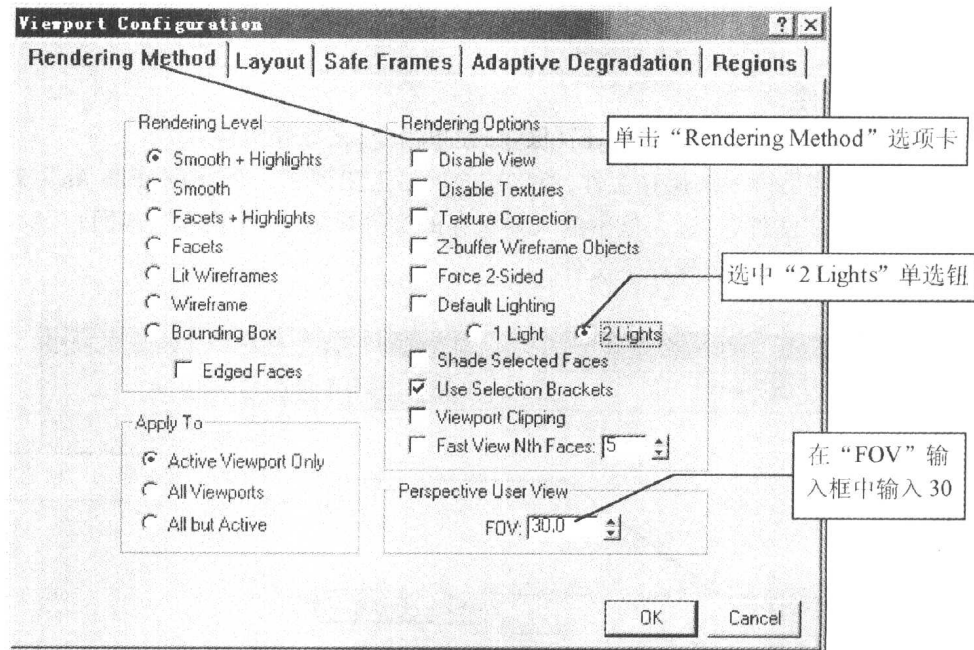

图 1-1-3
(4) 单击“Customize”(自定义)→“Viewport Configuration”(视图区配置)菜单命令,进行视图参数设置。
(5) 这时屏幕上出现了一个“Viewport Configuration”(视图区配置)对话框,如图 1-1-3。单击其中的“Rendering Method”(渲染方法)选项卡。选中“2 Lights”(2 个灯光)单选按钮,设置环境灯为两个灯光。在“FOV”(透视程度)输入框中输入 30,它用于设置透视视图区的透视程度,其参数越大,视图区的透视程度也就越大。最后单击“OK”按钮,完成视图区配置,并关闭对话框。